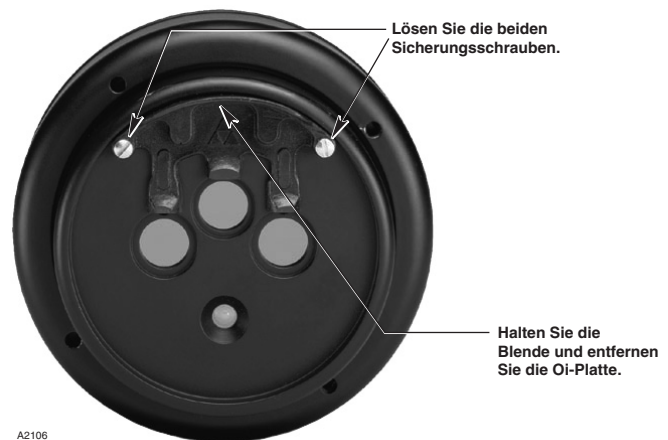

Abb. 13—Entfernen der Oi-Platte
1. Lösen Sie die beiden Sicherungsschrauben, halten Sie die **oi**-Platte am Sichtfenster und entfernen Sie diese vom Flammmelder. Siehe hierzu Abb. 13.